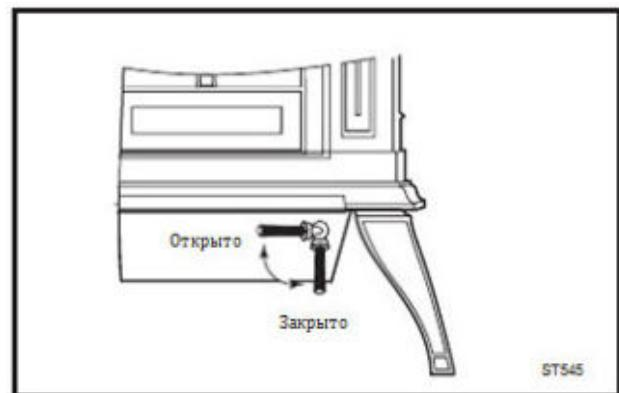

Рис. 31 Поверните ручку дверцы пеплосбрника по часовой стрелке для того, чтобы открыть его, и против часовой стрелки, чтобы закрыть.
- Закройте дверцы, откройте дверцу пеплосборника (См. Рис. 31).